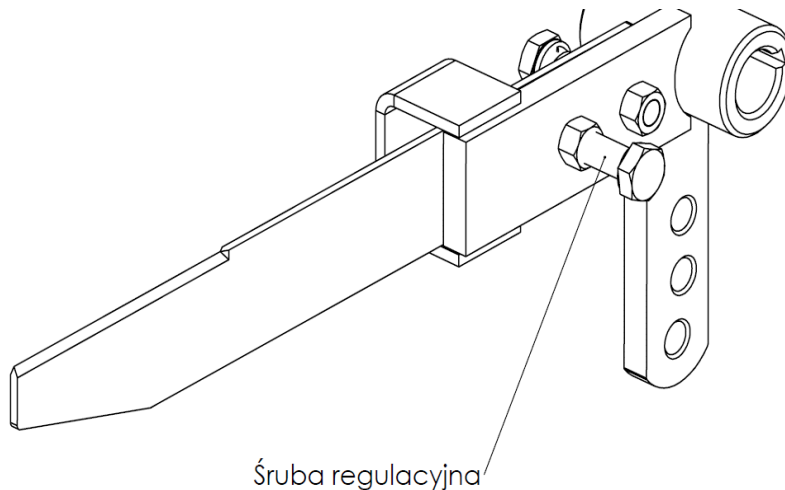
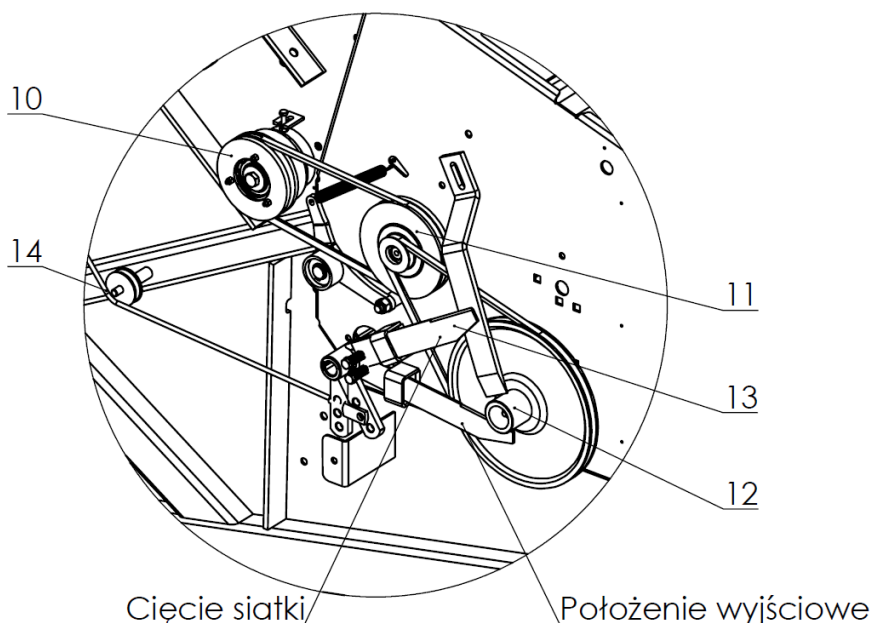

Abbildung 16. Lage des Messmessers
Abbildung 17. Einstellung der Anzahl der Umwicklungen - Einstellschraube
Die Wickellänge beim Wickeln mit Netz kann mit der Einstellschraube eingestellt werden (Abbildung 16). Durch das Einschrauben der Einstellschraube wird das Messmesser (13) von der Riemenscheibe (12) weg bewegt und die Wickellänge reduziert, wie in der Abbildung 17 dargestellt. Die Anzahl der Umwicklungen sollte abhängig von den Aufnahmebedingungen eingestellt werden. Die vom Hersteller empfohlene Anzahl der Umwicklungen beträgt 1,5 bis 2,5 Umdrehungen des Ballens.
Die Lage des Messmessers (13) an der Ballenpresse ist in der Abbildung 17 dargestellt. Ein durch Drehbewegungen gesteuertes Messmesser löst nach dem Abgleiten des Gehäuses der Riemenscheibe (12) vom Nabengewinde den Schlag des Messers in das Gegenmesser aus, wodurch das Netz abgeschnitten wird.